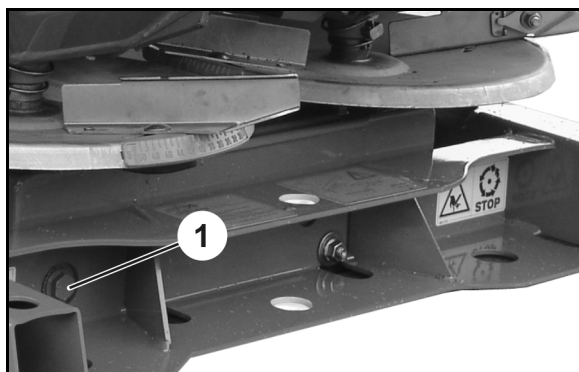

Fig. 94
3. Skru aftapningsskruen (Fig. 94/1) ud.